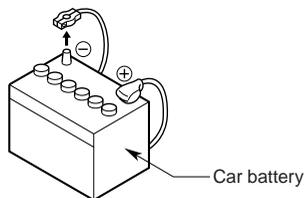

Figura 1
3. Assicurarsi di aver scollegato il polo "⊖" della batteria prima di cominciare. Questo per prevenire eventuali cortocircuiti durante l'installazione. (Figura 1)